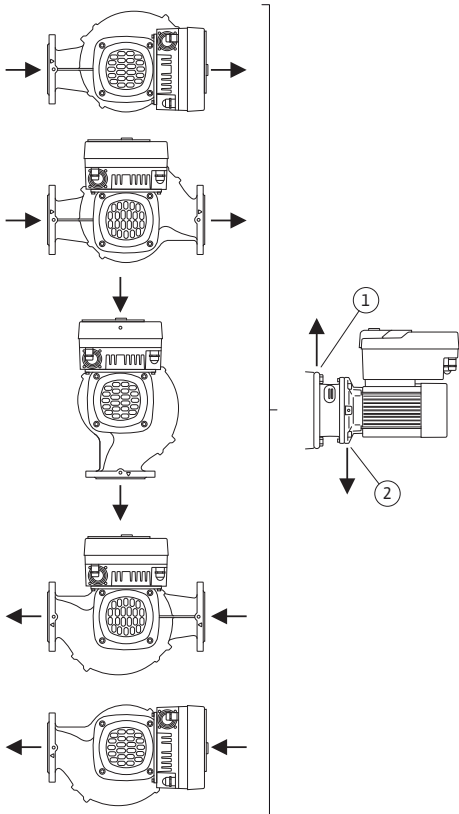

Fig. 8: Tilladte installationspositioner med horisontal motoraksel
De tilladte installationspositioner med vandret motoraksel og elektronikmodul, der vender opad (0°), er vist i Fig. 8.
Udluftningen af pumpen er optimalt sikret, hvis ventilationsventilen vender opad (Fig. 8, pos. 1).
I denne position (0°) kan dannet kondensat bortledes målrettet via eksisterende huller, pumpeplanterne samt motor (Fig. 8, pos. 2).